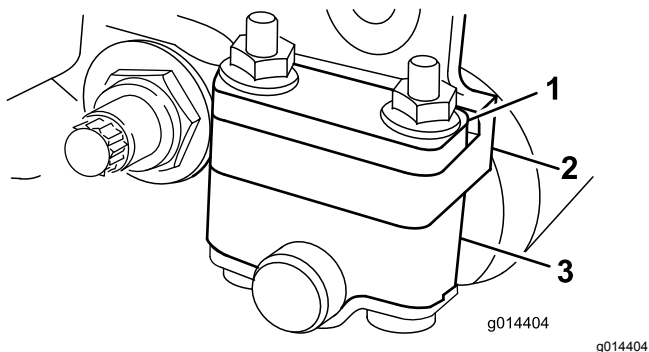
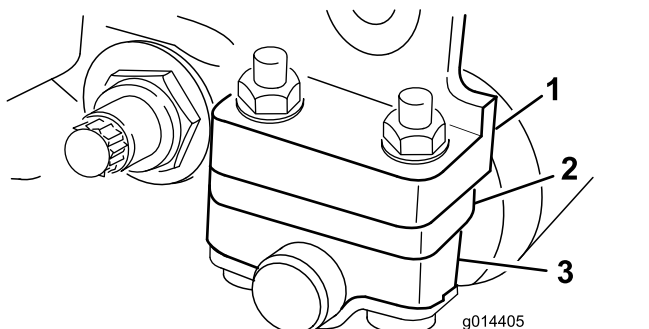

Figura 11
Figura 12
Dependiendo del intervalo de alturas de corte deseado, será necesario ajustar los soportes del rodillo trasero (Figura 11 o Figura 12) a la posición superior o inferior:
- Coloque el espaciador encima de la brida de montaje de la chapa lateral (ajuste de fábrica) para obtener un intervalo de alturas de corte de 1,5 a 6 mm, como se muestra en la Figura 11.
- Coloque el espaciador debajo de la brida de montaje de la chapa lateral para alturas de corte de 3 mm a 25 mm, según se muestra en Figura 12.
4. Coloque los espaciadores sobre los tornillos, encima o debajo de los soportes de los rodillos, según sea necesario (Figura 11 o Figura 12).